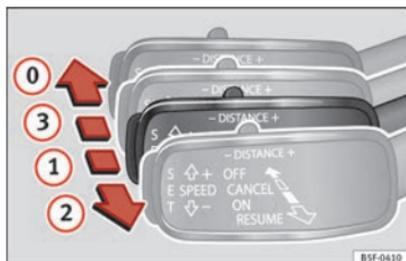

Fig. 154 A la izquierda de la columna de la dirección: tercera palanca para manejar el control adaptativo de velocidad.
Es posible activar el ACC de nuevo tirando de la palanca hasta la posición ② » fig. 154.